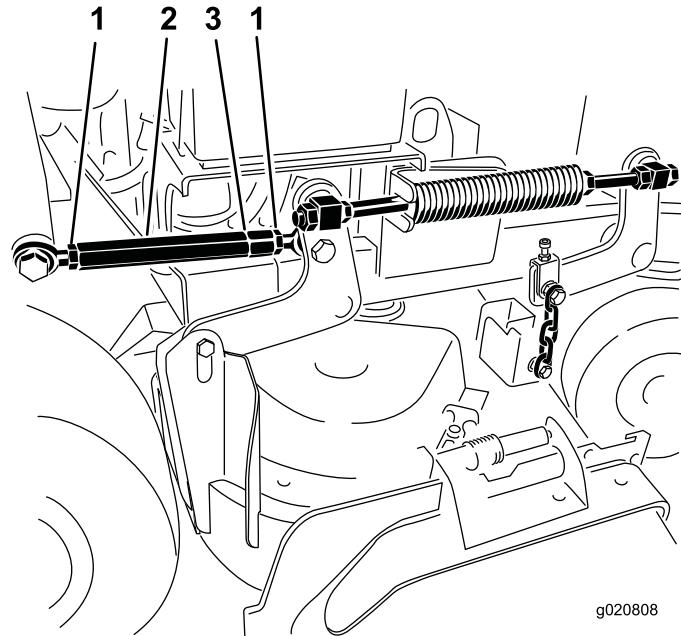

図 87
- ターンバックルの両端にあるジャムナットをゆるめる図87。